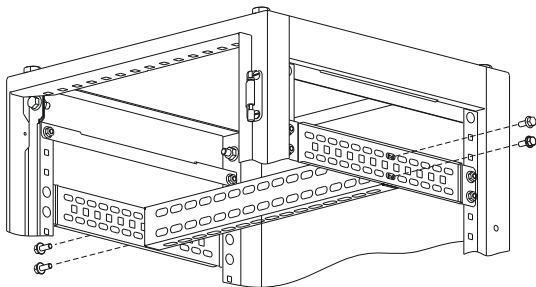

Рисунок 8
7.2.1 Установите лонжерон между двумя предварительно смонтированными рейками боковыми и закрепите болтами М6×16 (рисунок 8). Момент затяжки 5 Н·м.